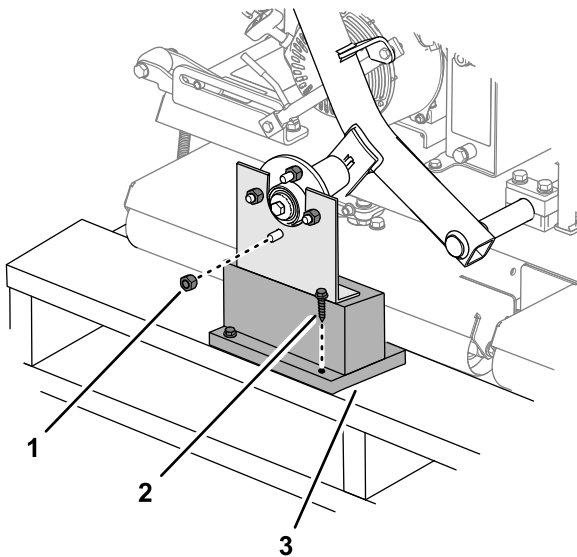

Bild 3
1. Entfernen Sie die Radmutter, mit denen die Radnaben an der Versandhalterung befestigt sind (Bild 3).
2. Entfernen Sie die andere auf den Radnabenbolzen geschraubte Radmutter (Bild 3).
3. Entfernen Sie die Bolzen, mit denen die Versandhalterungen an der Palette befestigt sind, und entfernen Sie die Halterung (Bild 3).